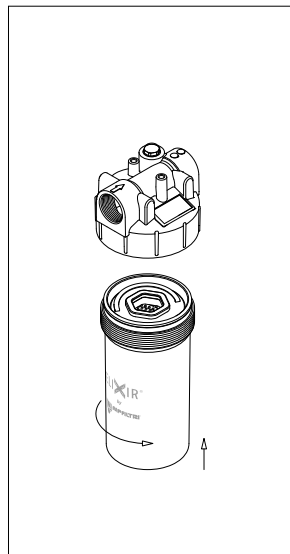

fig. 15
- (Fig. 15) Calzare l'elemento filtrante sul codolo ed avvitare il contenitore facendo riferimento alla tabella delle coppie di serraggio al paragrafo 3. Prestare attenzione a non danneggiare le guarnizioni.